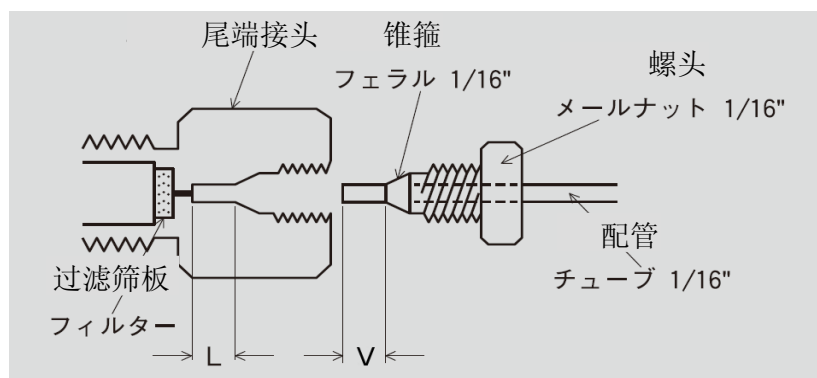

图 1 色谱柱的连接图
1. 色谱柱的接头使用了外径 1/16 英寸配管的螺头(MALE NUT)。请确保装置的配管接头正确连接，并且锥箍的顶端已插入接头内侧(参照图 1)。
请按照图 1 所示进行配管连接。若配管不匹配, 特别是直接使用其他类型色谱柱所用配管时, 锥箍前端的长度 (图 1 中的 V) 与尾端接头的长度 (图 1 中的 L) 经常会不同, 因而引发故障。